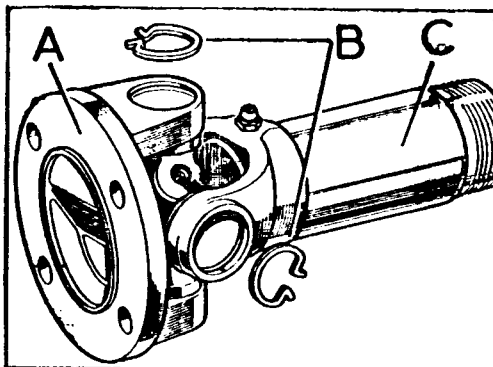

Fig. D-8 Junta universal
- 1.2. Eliminar la pintura y suciedad que exista sobre los arillos, B (Fig. D-8) y extremos de los ejes de la cruzeta.
- 1.3. Extraer los arillos-retén, B (Fig. D-8).
NOTA: Si fuese preciso, se extraerá el engrasador de la junta universal para facilitar el desmontaje del cojinete (Fig. D-8).